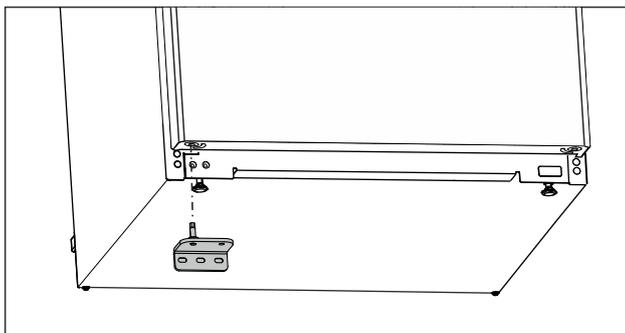

Fig. 21
- ▶ Inserire il blocco inferiore di supporto sul lato opposto. (vedere Fig. 21)